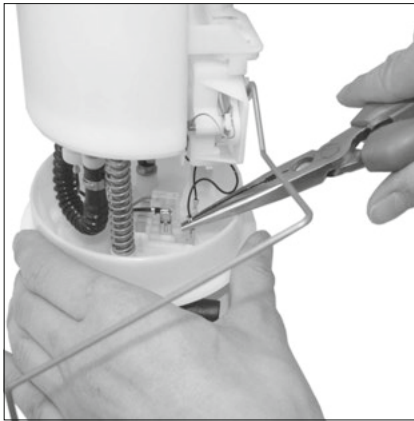

Abb. 1/ Fig. 1/ Puc. 1/ 图1
- Осторожно снять с крышки с фланцем прежнего узла подачи топлива электрические контакты датчика уровня топлива и топливного насоса (смотри рисунок 1).